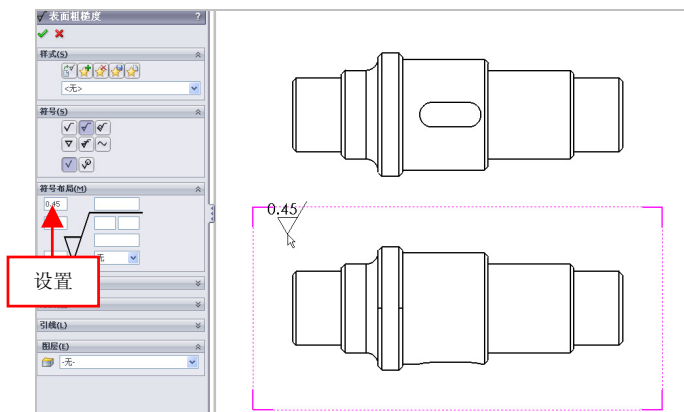

图 12-56 设置参数值
(3) 弹出【表面粗糙度】属性管理器，单击【要求切削加工】按钮 ☒，设置【最大粗糙度】为 0.45，如图 12-56 所示。